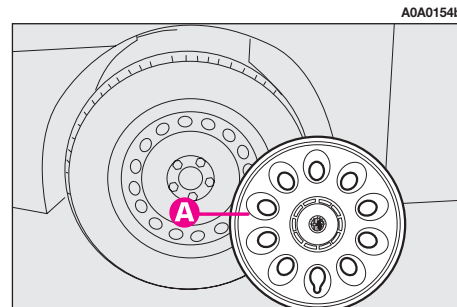

fig. 4
- Enlever l'enjoliveur (**A-fig. 4**) (seulement pour les versions avec jantes en acier)